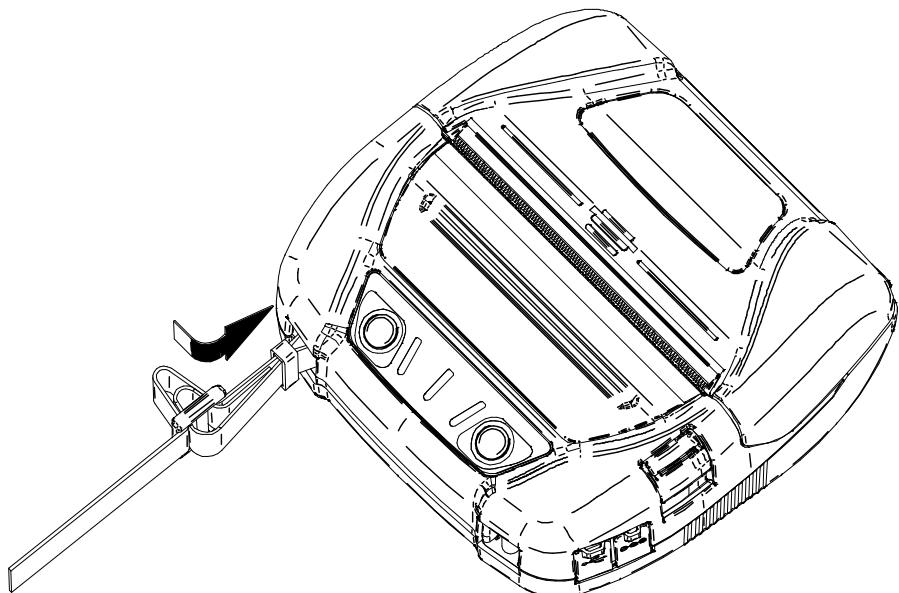

図 14-7 ショルダーストラップの取り付け(4)
- ④ 図 14-7のようく、ショルダーストラップの先端をプリンタから近い方のアジャスタの穴に通してください。